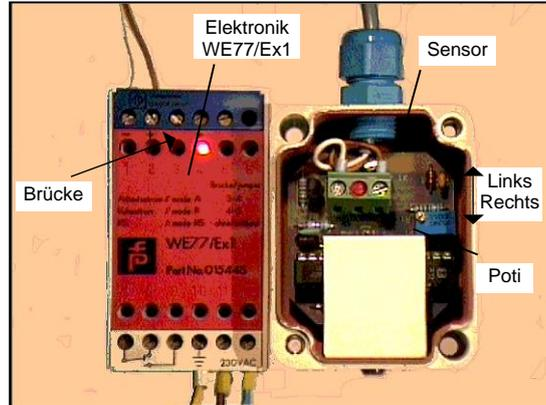

Abbildung 4 Auswerteelektronik KFA6-SR2-Ex1.W und Anschlussdose KS2.Ex sowie WE77/Ex1
- Das Potentiometer (Abbildung 4) nach links drehen, bis die LED erlischt.